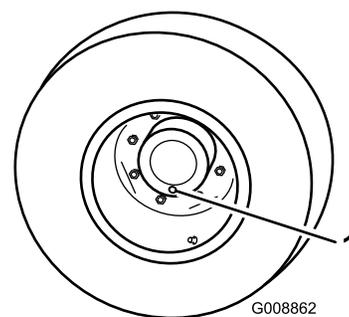

Figura 43
1. Con la macchina parcheggiata su una superficie piana, posizionate la ruota in modo che i tappi di controllo si trovino nella posizione inferiore (ore sei) (Figura 43).